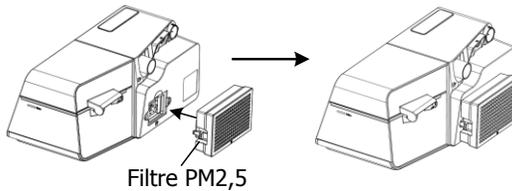

Fig. 11-3
(3) Remplacez le filtre à air et le bouchon du filtre par le filtre PM2,5, comme indiqué à la Fig. 11-3.